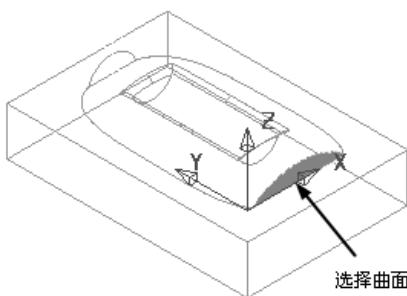
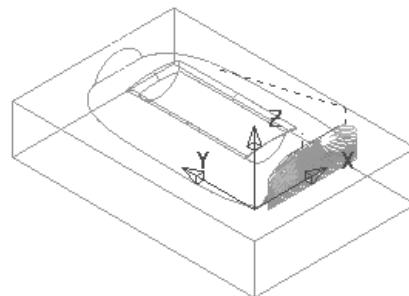

图 3-87 选择曲面 2
图 3-88 生成的刀具路径 4
3) 在图形区选择图 3-87 所示的曲面, 然后在“轮廓精加工”对话框中单击“应用”按钮和“接受”按钮, 确定参数并退出对话框, 生成的刀具路径如图 3-88 所示。